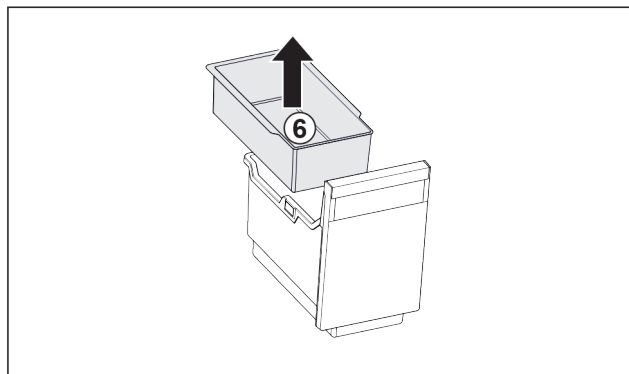

Fig. 24
- ▶ Vyjměte závěsnou misku Fig. 24 (6).